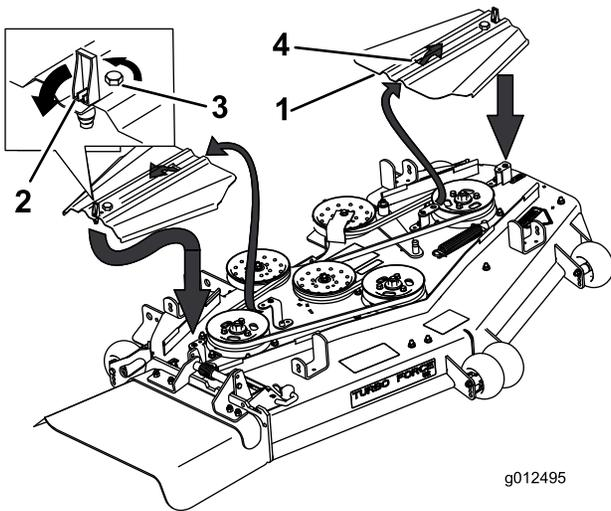

Figura 67
3. Rimuovete i paracinghia e i relativi bulloni (Figura 67).
9. Montate i paracinghia infilandoli sulle linguette, serrate i bulloni e chiudete i dispositivi di chiusura (Figura 67).